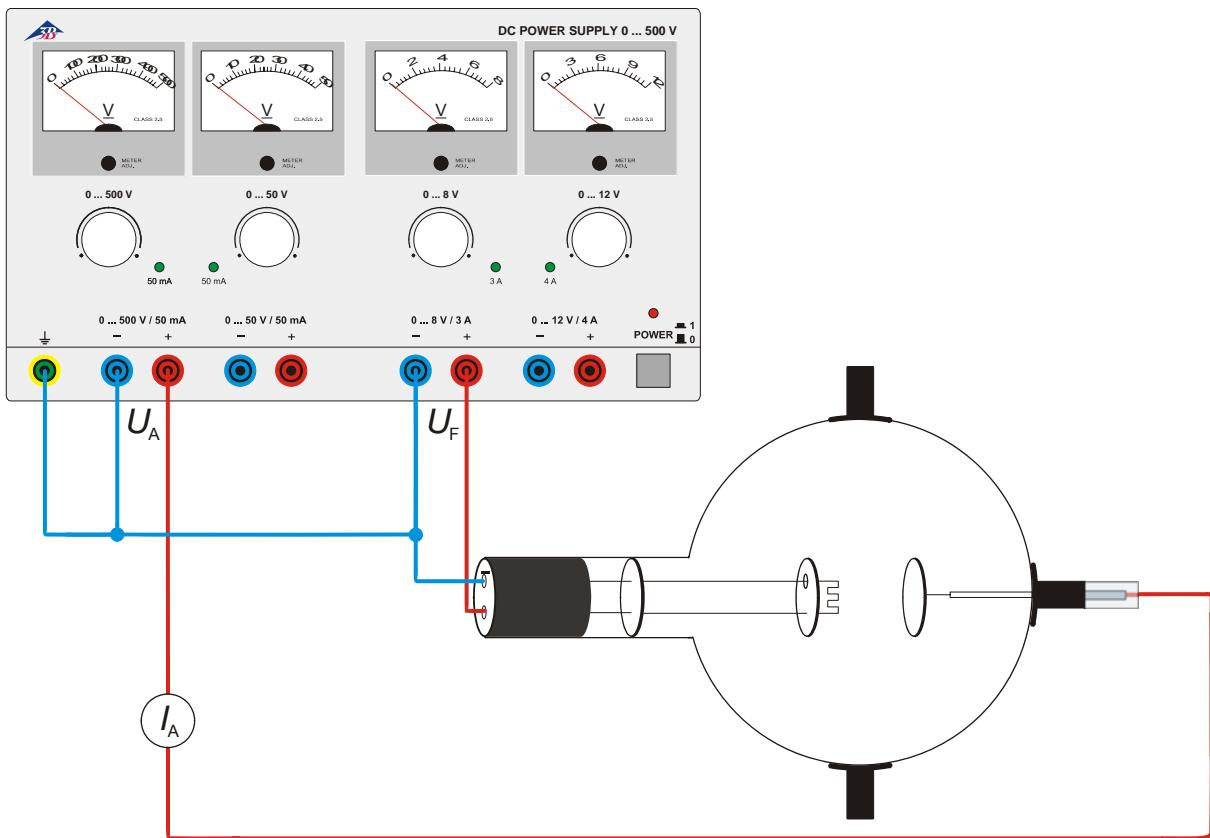

Fig. 1 Abhängigkeit des Anodenstroms von der Heizspannung und Nachweis des Anodenstroms mit einem Messgerät
- Schaltung gemäß Fig. 1 vornehmen. Dabei den Minuspol der Anodenspannung an die
- Schaltung gemäß Fig. 1 vornehmen. Dabei den Minuspol der Anodenspannung an die mit Minus gekennzeichnete 4-mm-Buchse am Röhrehals anschließen.